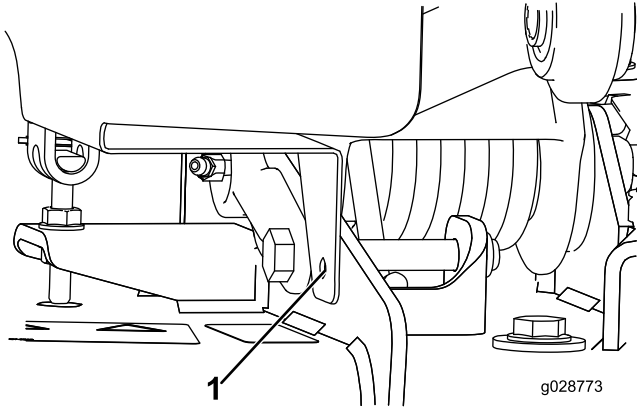
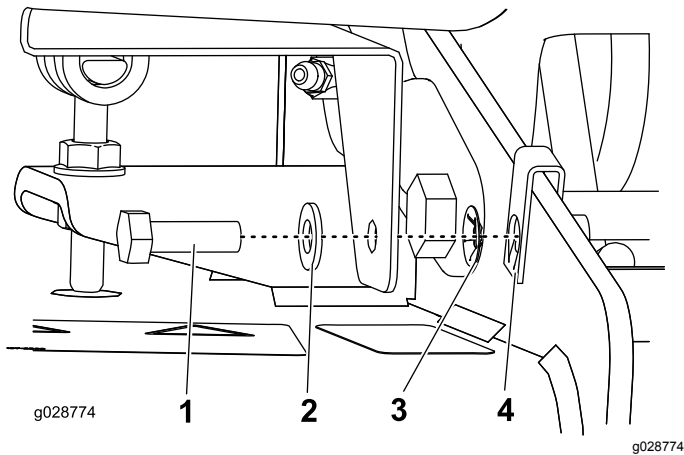

Bild 13
Bild 14
Hinweis: Sie müssen ein Loch in den Rahmen bohren, um die untere Schraube und Befestigungsmutter einzusetzen. Siehe Bild 13 und Bild 14.
3. Markieren Sie die Mitte des Lochs in der unteren Nase vorne an der Abdeckung, nehmen Sie die Abdeckung ab und bohren Sie ein 1,12 cm großes Loch (Bild 13).
4. Befestigen Sie die Abdeckung mit den beiliegenden Befestigungszubehör (Bild 14).